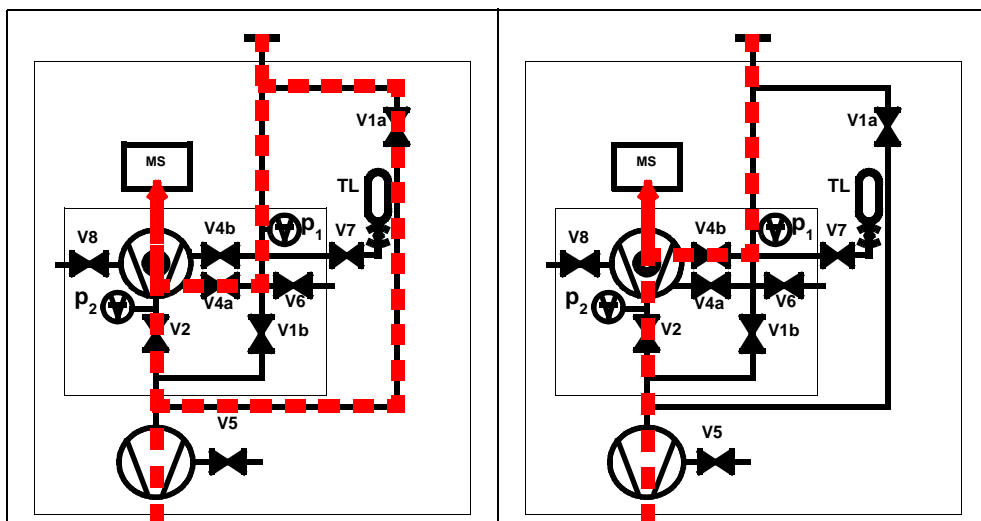

Fig. 4-7: Links: FINE modus, rechts: ULTRA modus
*Tip* Een bijzondere instelling voor de UL1000 und UL1000 Fab verhindert de boven beschreven automatische omschakeling van het meetbereik. Bij de selectie van *FINE only* (zie hoofdstuk Refer to chapter 6.3 *Bedrijfsmodus*) blijft de lekdetector altijd in de FINE modus Fig. 4-7 (links) onafhankelijk van de inlaatdruk. Het ventiel V1a is hierbij gesloten.